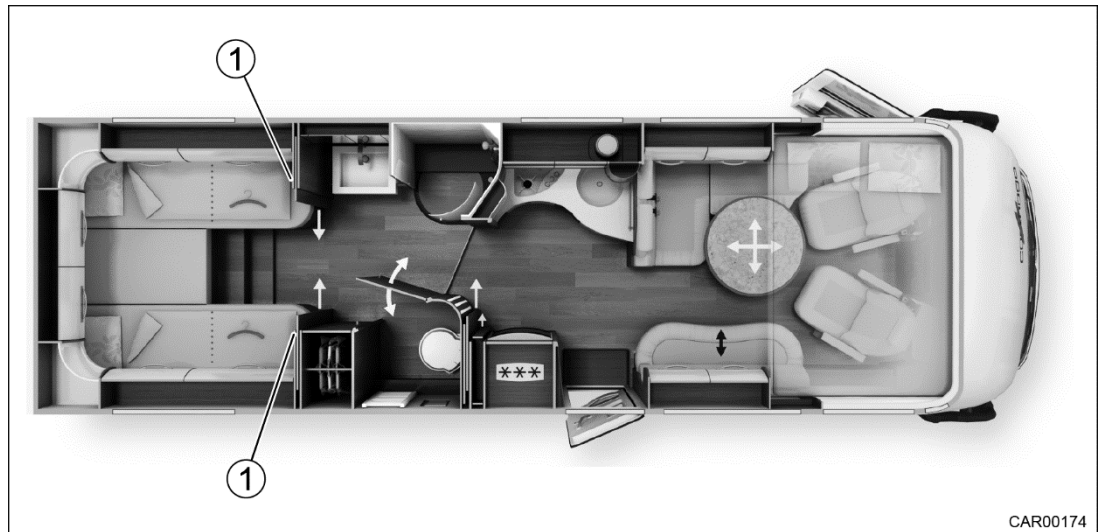

Fig. 100 Création d'un dressing au niveau de la salle de bain XL
2. Ouvrir les bouton-pressions (Fig. 100/1) pour desserrer les blocages de la paroi de séparation.